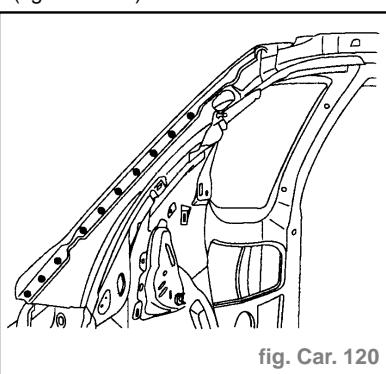

fig. Car. 120
- Souder par points bouchons au MIG (fig. Car. 120).